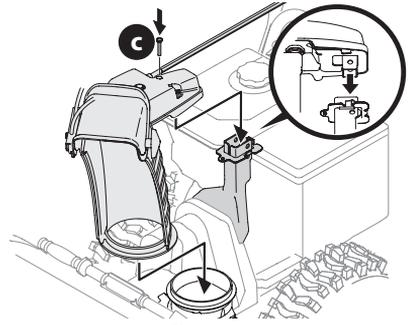

Figura 21
3. Coloque el conjunto del canal sobre la base del canal y asegúrese de que la varilla de control del canal se encuentre arriba de la manija inferior. Coloque el tornillo hexagonal (c) que extrajo en el Paso 1 pero no lo sujete todavía con la tuerca de mariposa (Figura 21).